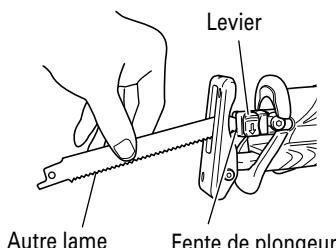

Fig. 8
- (1) Si la section cassée de la lame sort de la petite fente du plongeur, tirer sur la section cassée pour sortir la lame.
(2) Si la section cassée de la lame est dissimulée à l'intérieur de la petite fente du plongeur, accrocher la lame à l'aide de l'extrémité d'une autre lame et la sortir. (Fig. 8)